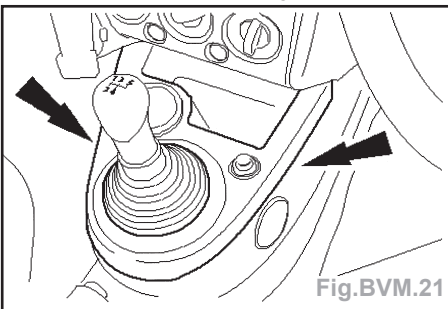

Fig.BVM.21
- Déposer le panneau de garnissage de levier sélecteur (Fig.BVM.21) (débrancher le connecteur d'allume-cigares).